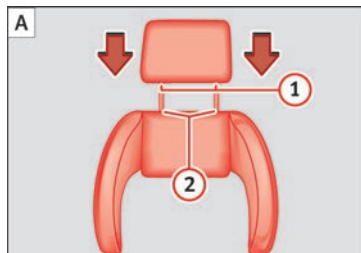

Fig. 29 Asiento integrado para niños: colocar el apoyacabezas sobre el apoyacabezas lateral A y montar B.
- Inserte las varillas-guía » fig. 29 A 1 del apoyacabezas en los orificios del apoyacabezas lateral » fig. 29 2.
- Inserte el apoyacabezas junto con el apoyacabezas lateral en los orificios previstos en el respaldo correspondiente » fig. 29 B.